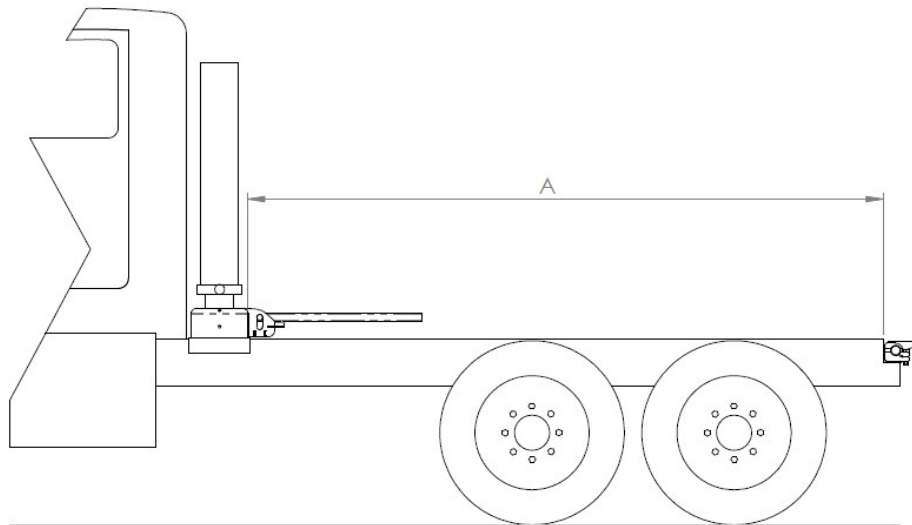

Figure 9 – Mesures prélevées au bâti
Mesurez la distance (A) à partir du dos de la base de cylindre jusqu'à la coupe effectuée sur le bâti du camion pour la penture. Voir figure 9.